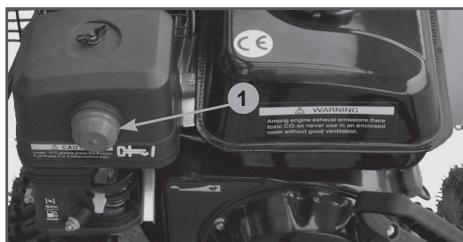

Рис. 22 Расположение ручного топливного насоса
- Нажмите 3 раза на ручной топливный насос 1 (Рис. 22).